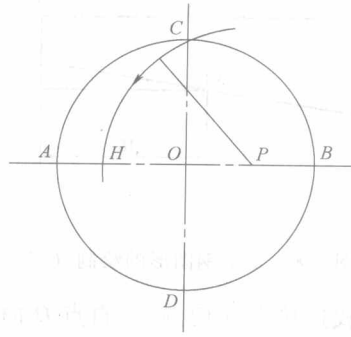
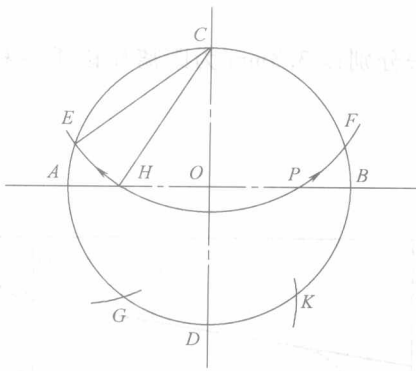

图 1-4 五角星图形的绘制 (二)
图 1-5 五角星图形的绘制 (三)
- (4) 作五等分点 以 P 为圆心， PC 长为半径画弧交直径 AB 于点 H （图 1-4）。以 CH 为弦长，自 C 点起在圆周上对称截取，得等分点 E 、 F 、 G 、 K ，如图 1-5 所示。